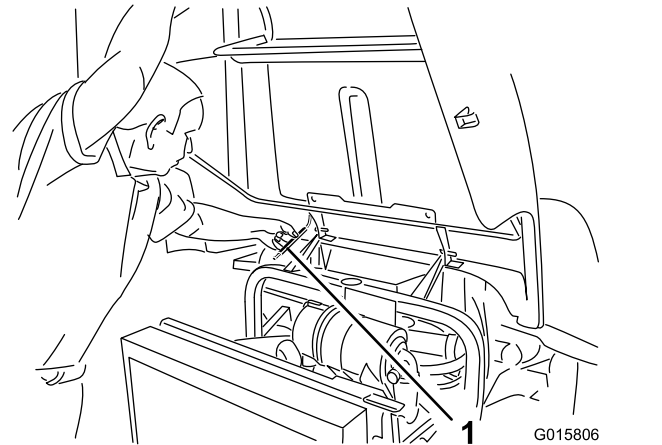

Figure 47
2. Relevez le capot suffisamment haut pour pouvoir placer la béquille derrière le tube de châssis (Figure 47).